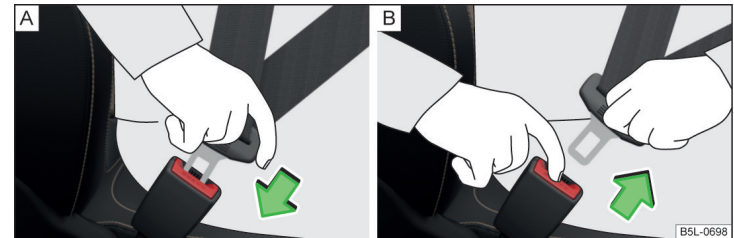

Abb. 22 Sicherheitsgurt anlegen / ablegen
- › Die Schlosszunge in das zum Sitz gehörende Gurtschloss » Abb. 22 - A stecken, bis diese hörbar einrastet.
- › Abb. 22 - B, die Schlosszunge springt heraus.